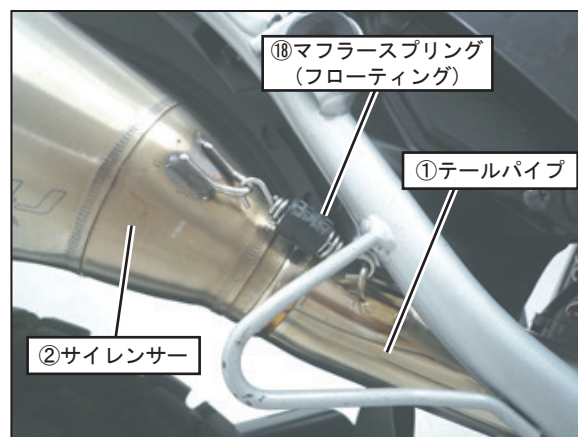

FIG. 9
8. ②サイレンサーを①テールパイプに取り付け、⑮マフラスプリング(フローティング)をスプリング取付工具を使用して取り付けて下さい。(FIG. 9参照)